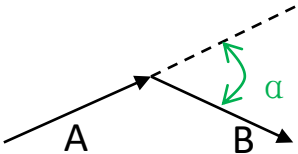

图 7.2 拐角示意图
- 拐角速度比例：拐角速度比例影响割炬移动时的加减速。如图 7.2 所示，A 切割线的末点的切线方向和 B 切割线的初点的切线方向的夹角 α ，以及拐角速度比例共同决定了割炬在经过两条切割线交点时的过渡速度，假如正常的切割速度为 V，夹角为 α (角度)，拐角速度比例为 h，则割炬在两线交点时的过渡速度 V_x 为：